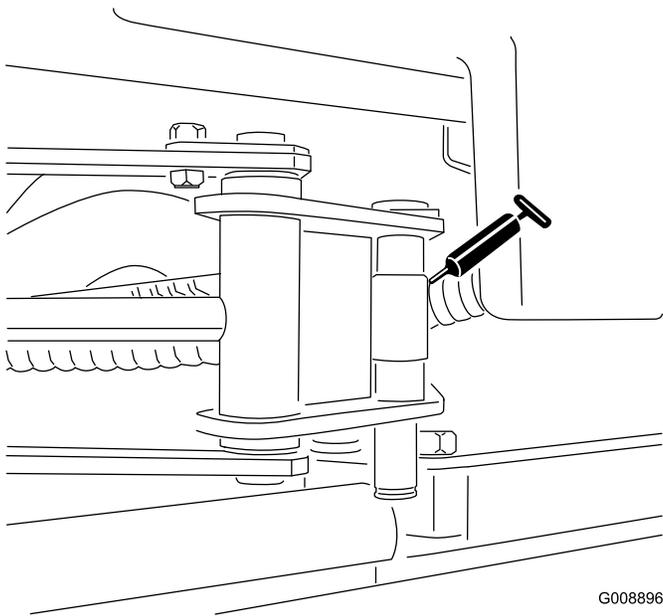

Figure 52
- Extrémités du vérin de SideWinder (2 ; modèle 03170 uniquement) (Figure 52)